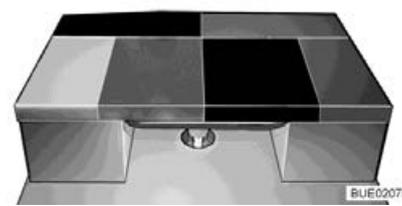

Bild 155 Nach dem Umbau
- Das Zusatzpolster auf den Tisch legen (siehe Bild 155). Die abgeschrägte Polsterseite dabei am Seitensitz der L-Sitzgruppe anlegen.